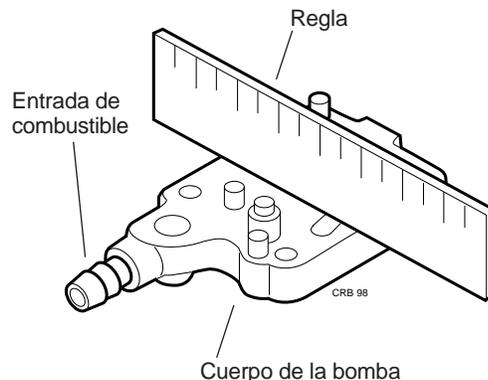

Figura 3.33
- Utilice una regla para verificar las superficies apareadas del cuerpo de la bomba (figura 3.33)